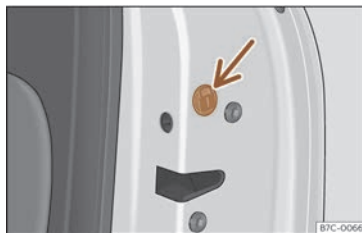

Fig. 80 Încuierea manuală a ușilor.
- Dacă este necesar, scoateți garnitura din cauciuc  din partea frontală a ușii >>> fig. 80.